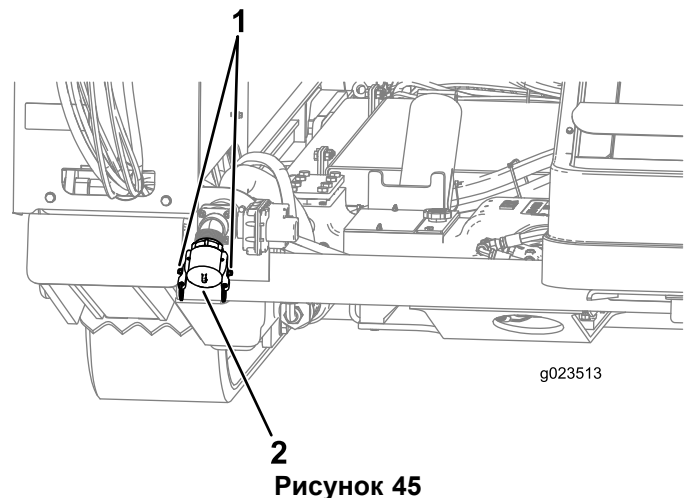

Рисунок 45
1. Поднимите рычаги с кулачковыми зажимами на впускной крышке насоса и снимите крышку (Рисунок 45).